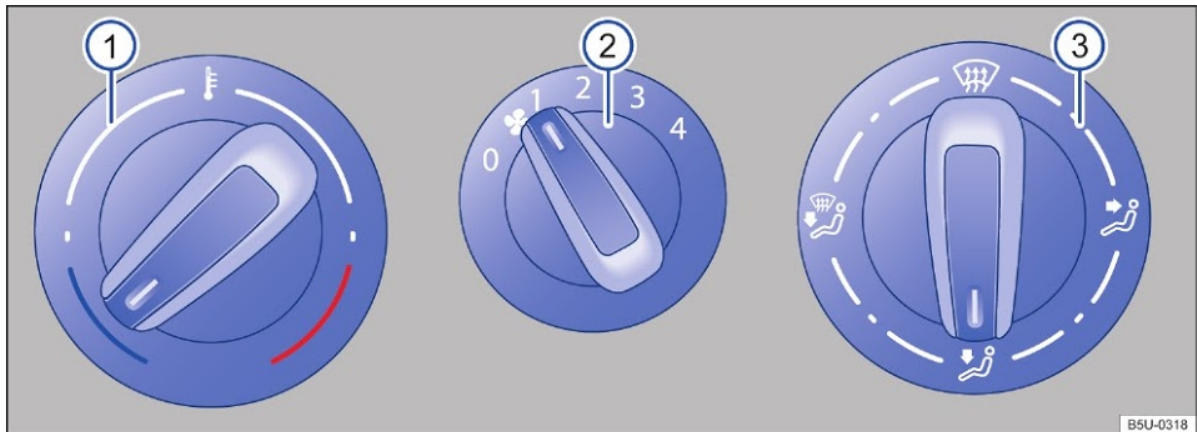
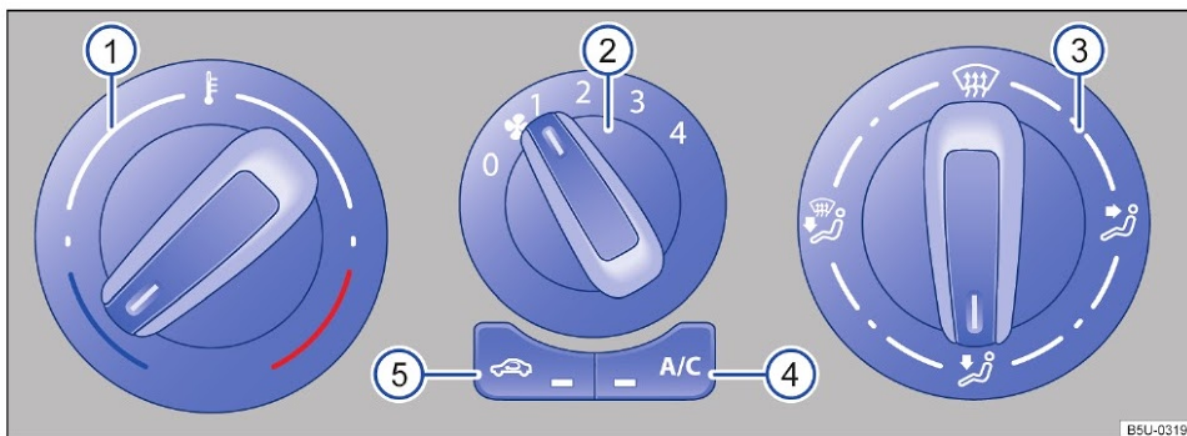

Fig. 72 Comandos do sistema de ventilação e aquecimento. ▶
Fig. 73 Comandos do ar-condicionado.
Comandos	Informações complementares do sistema de ventilação e aquecimento → Fig. 72 e ar-condicionado → Fig. 73.
- Em veículos com sistema de aquecimento, girar o botão da temperatura → Fig. 72  totalmente para a direita, para a posição máxima de aquecimento.
- Girar o botão de distribuição de ar → Fig. 73  para a posição , nesta posição o modo de recirculação de ar é automaticamente desligado.